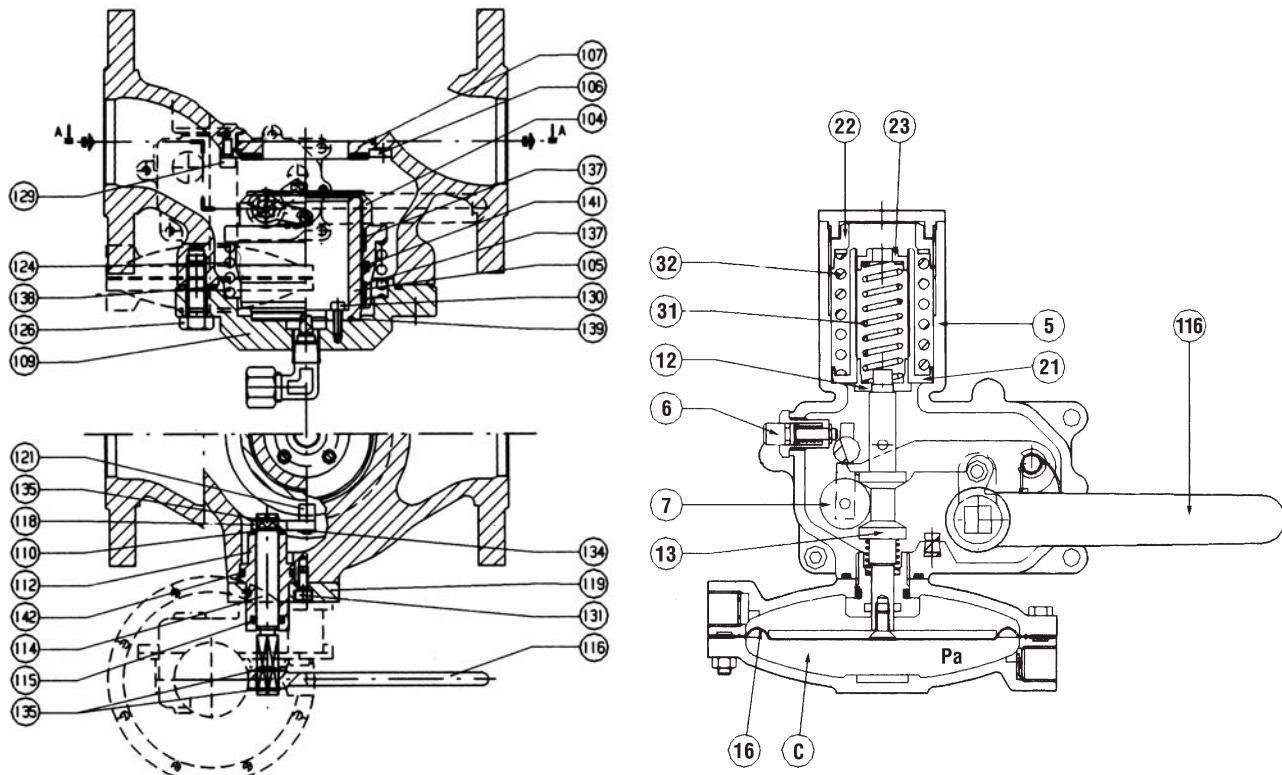

Fig. 10b
- un dispositivo pressostatico VB 31..32..33..(fig. 10b) che con il proprio cinematismo interno determina la posizione di apertura o di chiusura dell'otturatore 104.
- *a VB 31/32/33 pressure switch device (fig. 10b) whose internal motion determines the open or closed position of the obturator 104.*
- ein Stellantrieb VB 31-32-33 je nach Druckbereich VB 31-32-33 (Abb. 10b), der durch seine internen Stellglieder die Öffnungs- oder Schließstellung des Ventilschiebers 104 bewirkt.
- un dispositif pressostatique VB 31-32-33 (Fig. 10b) qui, par sa cinématique interne, détermine la position d'ouverture ou de fermeture du clapet 104.
- un dispositivo presostático VB 31-32-33 (fig. 10b) que con su propio funcionamiento interno, determina la posición de apertura o cierre del obturador 104.
- o sistema de pressão VB 31-32-33 (fig. 10b), o qual através do movimento das suas partes internas, determinam o fecho ou abertura do obturador 104.